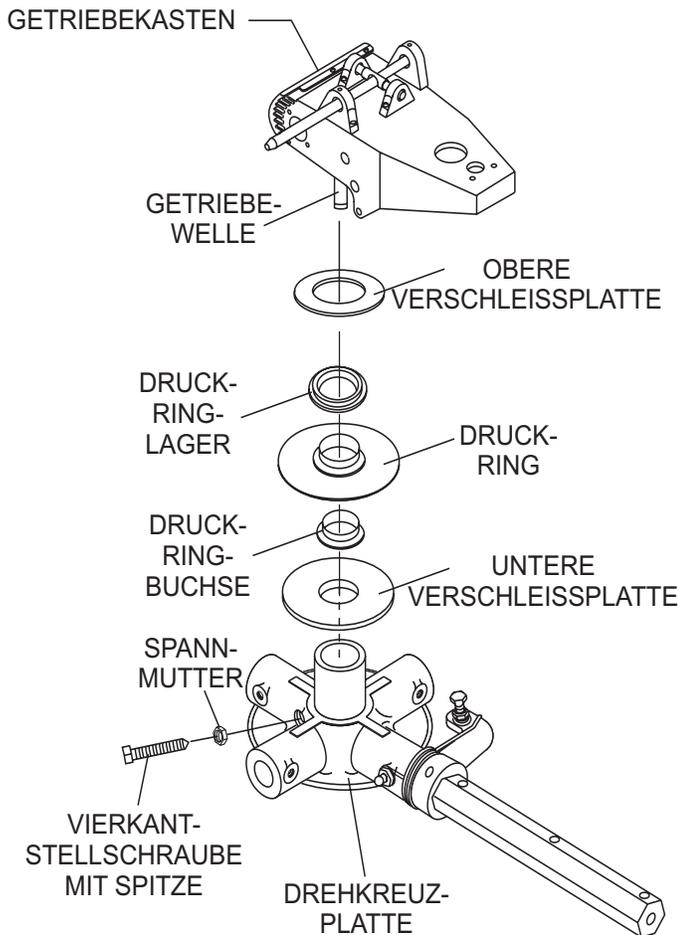

Abbildung 20. Demontage Drehkreuz/Getriebe
- a. Suchen Sie die Vierkantstellschraube mit Spitze (Abbildung 20) und die zugehörige Spannmutter seitliche an der Drehkreuzeinheit.